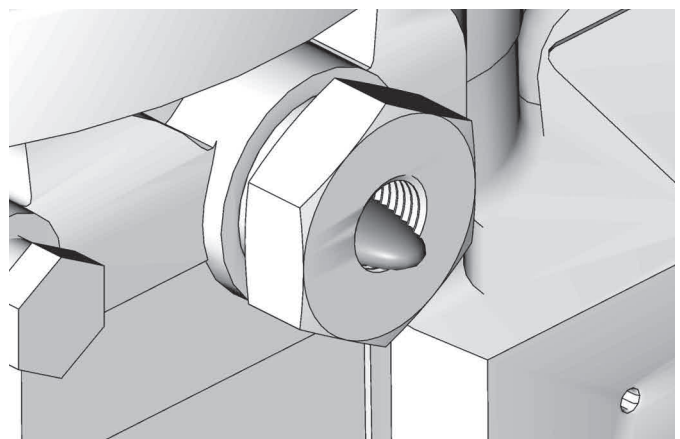

FIG. 12
2. Haga funcionar la bomba únicamente hasta que no dispense más aire con lubricante saliendo del accesorio de conexión del elemento (FIG. 12).